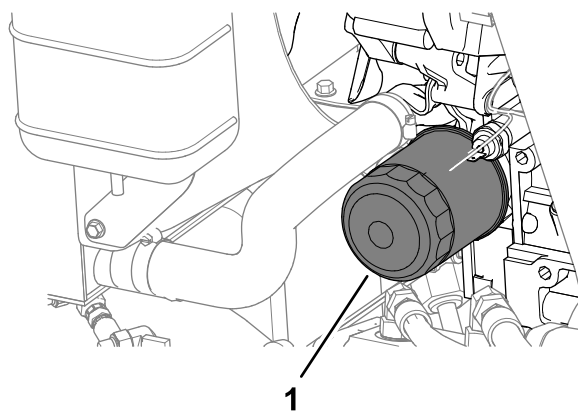

Рисунок 69
4. Снимите масляный фильтр (Рисунок 69).